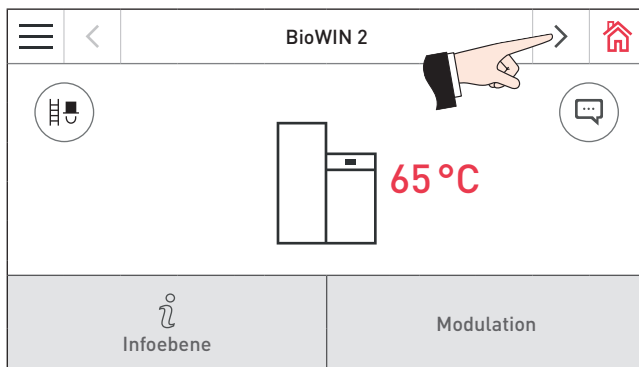

Fig. 14 Homescreen BioWIN 2
- ▶ Mit den Tasten < > (Fig. 14) oder durch „Wischen“ auf den Homescreen des Funktionsmodul Heizkreis wechseln – Fig. 15.